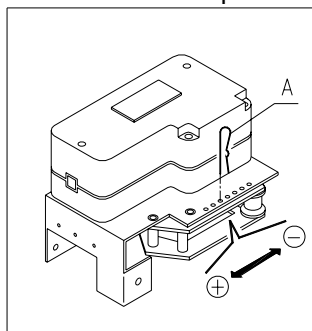

FIG. 15
- Quitar el pasador de bloqueo de la tensión de la correa interesada, pos. A FIG. 15;
- Extraer por abajo el grupo tensor pos. B FIG. 15 hasta sacarlo del todo;
- Sacar la cuchilla trasera pos. C FIG. 15 (puede haber como opcional);